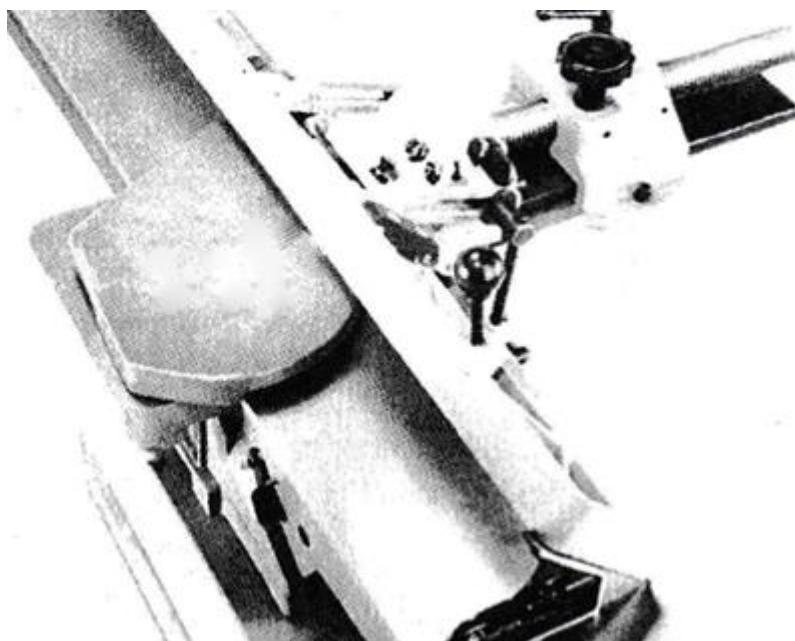

Рис. 35 Положение ограждения при обработке фасок с малым углом
3. ВАЖНО: при обработке фасок с малым углом существует небольшая разница в зависимости от того, куда наклонено ограждение. Тем не менее, при углах, достигающих 45 градусов, удерживать заготовку будет труднее, если ограждение наклонено наружу. В таких случаях мы рекомендуем наклонять ограждение в сторону стола, как показано на Рис. 35. Ограждение и стол образуют V-образную форму, и заготовка будет зажата при прохождении через резцы.